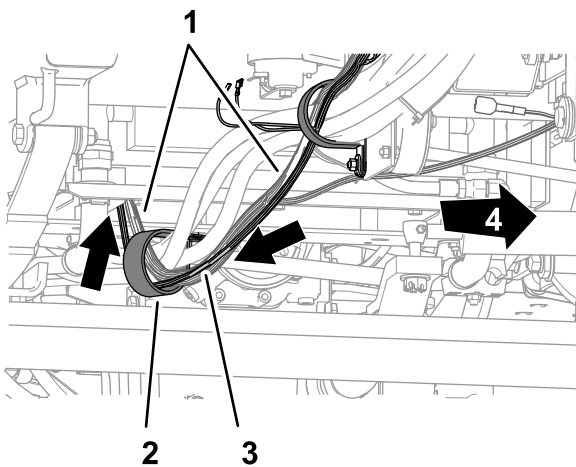

Figure 40
3. Faites passer les branches et la partie principale du faisceau de câblage dans le collier en R sous le panneau de plancher et derrière l'essieu avant (Figure 40).